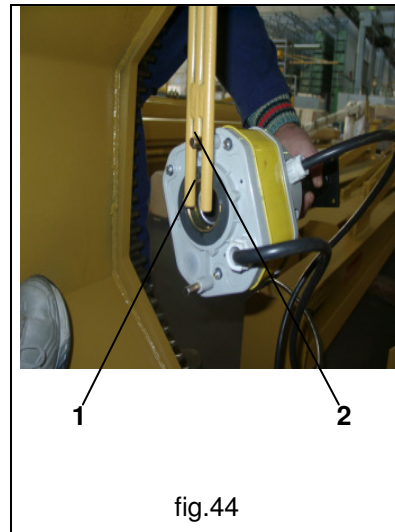

fig.44
3. Chiudere il coperchio di chiusura della finestra di ispezione avendo cura che nella forcella **1** saldata sul coperchio stesso si inserisca la spina **2** di fermo del collettore. (fig.44)